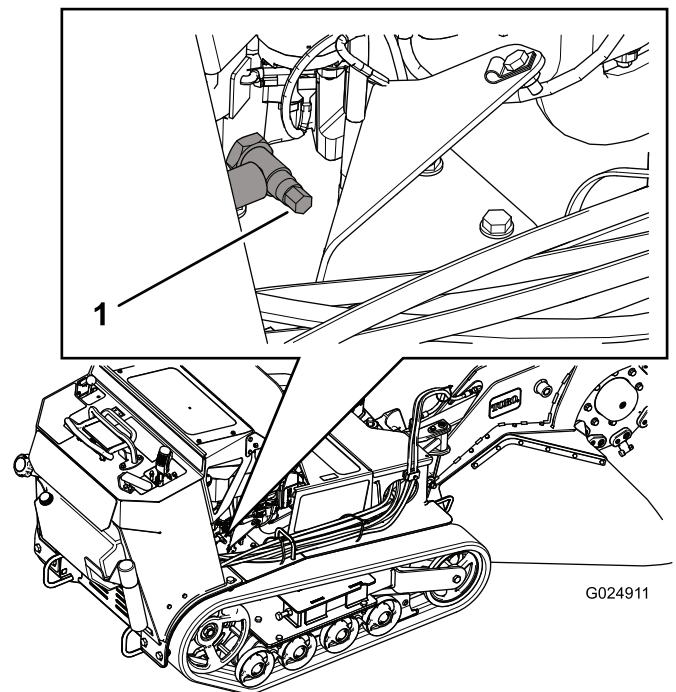
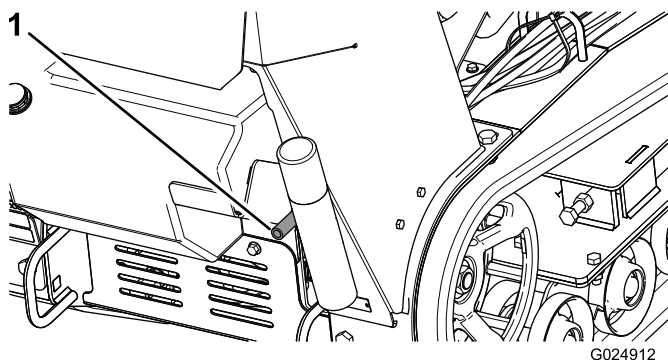

Figura 32
Figura 33
4. Coloque un recipiente debajo del tubo de vaciado. Gire la válvula de vaciado de aceite para que se drene el aceite (Figura 32 y Figura 33).